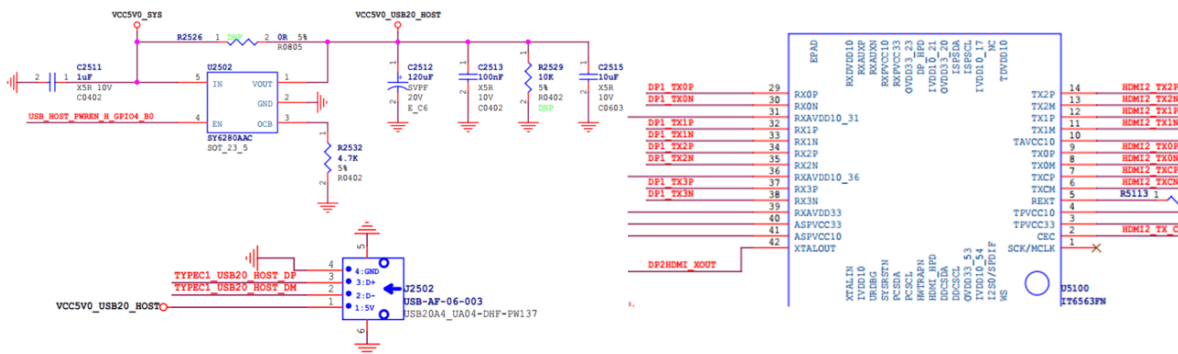

图 23 RK3588 Type-A USB2/DP to HDMI 接口
3. Type-A VBUS 的供电电源 (VCC5V0_USB20_HOST) 由 GPIO 控制，当 OTG 作 HOST mode，打开 VBUS 输出。此外，稳压芯片 SY6280AAC 的输出电流由 OCB pin 连接的电阻决定，最大电流 $I_{lim}(A) = 6800/R_{set}(ohm)$ ，如下图 23 所示，VBUS 输出限流为 1.45A；